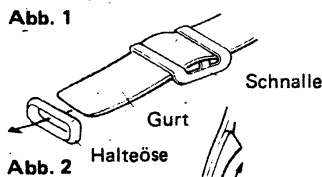

Abb. 2
- 2) Nun die Halteöse gemäß Abb. 2 auf den Gurt schieben.